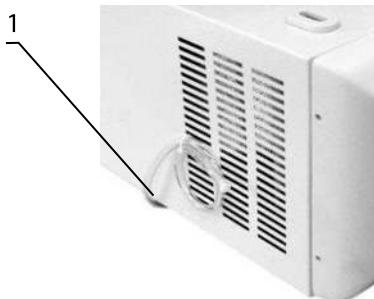

Рисунок 2. LMC-4200R, левая сторона
- (**LMC-4200R**) Проверьте, что сливной шланг (рис. 2/1) на левой стороне прибора закупорен. Это предотвратит повышение температуры в камере.